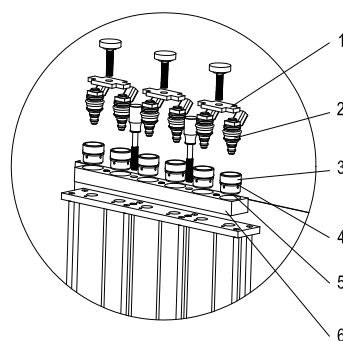

Abb. 06
- Wählen Sie die richtigen Kupplungen für die seitlichen Einspritzdüsen (3) und die richtigen O-Ringe aus und montieren Sie sie zusammen. (etwas Schmierfett auftragen.)
- Montieren Sie die Querplatte (1) und ziehen Sie sie mit Schrauben fest.
- Montieren Sie den Kraftstoffverteiler und die Einspritzdüsen auf der Halterung des Kraftstoffverteilers und ziehen Sie sie mit zwei Riffelschrauben (schwarz) fest. (siehe Abb. 06)